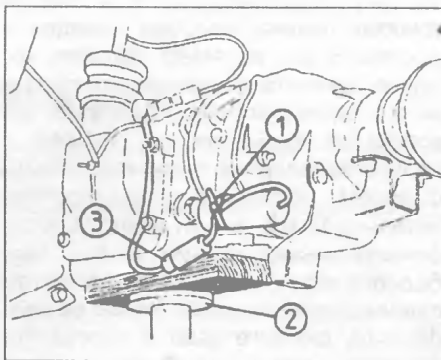

Рис.12.6. Снятие электромагнитного клапана ускоряющей передачи:
6. Отсоедините проводку электромагнитного клапана, выпустите крепление троса и отвинтите клапан от узла ускоряющей передачи (см. рис.12.6).